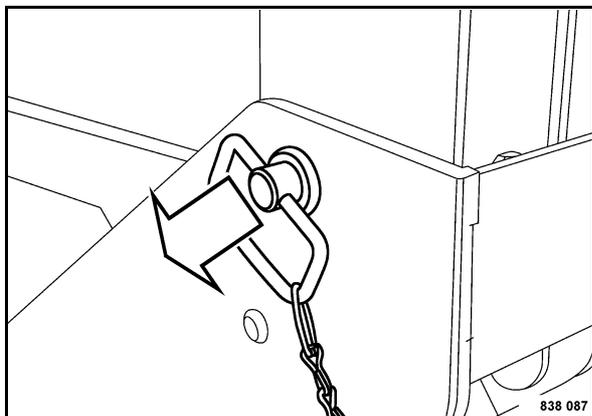

Fig. 129
- Sbloccare il bullone di sicurezza (Fig. 129) ed estrarlo.